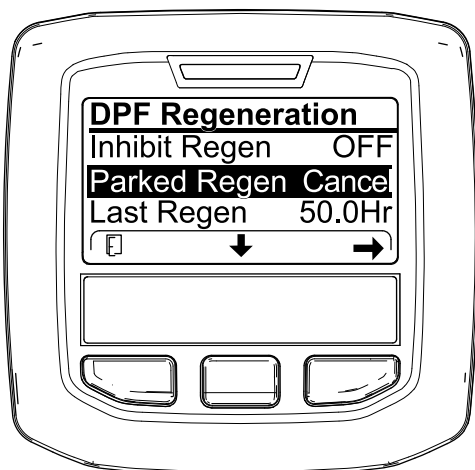
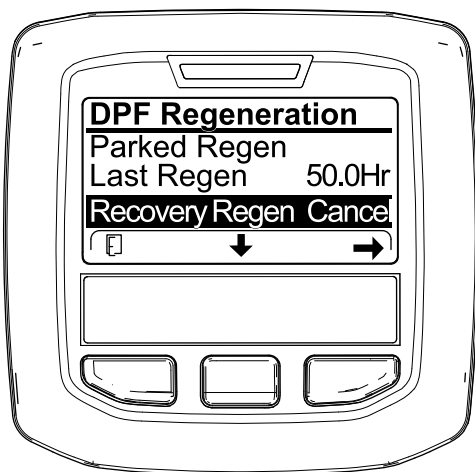

図 70
図 71
1. DPF 再生メニューにアクセスする 図 70。
2. 中央ボタンを押して下へスクロールし、駐車再生キャンセル PARKED REGEN CANCEL (図 70) またはリカバリ再生キャンセル RECOVERY REGEN CANCEL を選ぶ 図 71。
3. 右ボタンを押すと再生キャンセルに Regen Cancel に入る 図 70 または 図 71。